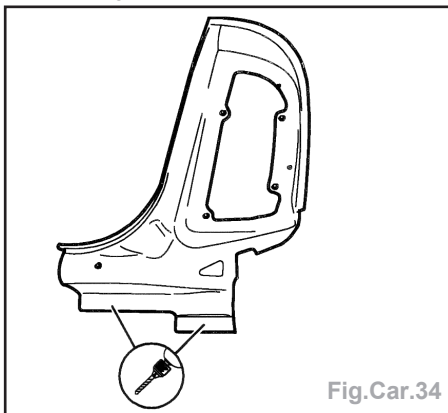

Fig.Car.34
- Percer des trous dans les supports des feux arrière au niveau de la zone de raccordement avec la tôle de fermeture Ø 7mm (Fig.Car.34).